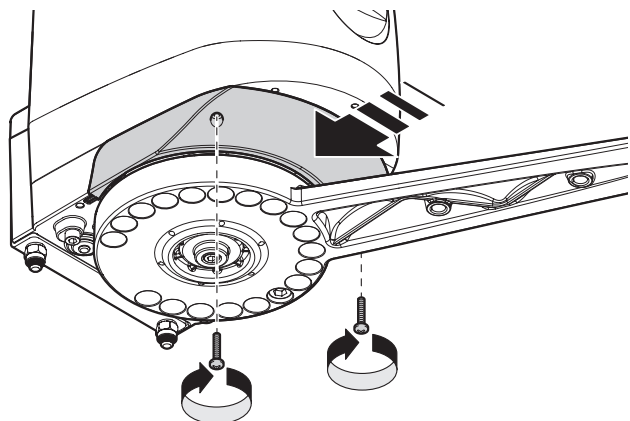

Fig.19
08. Remontar a tampa e fixar os dois parafusos **fig. 19**;